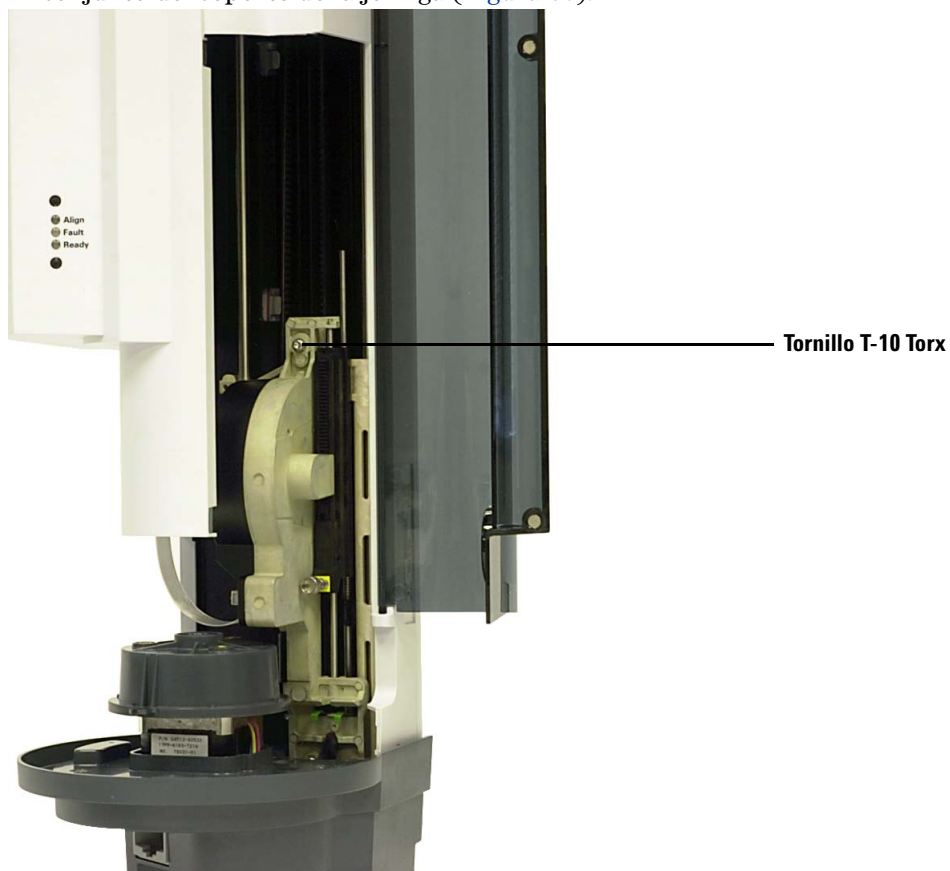

Figura 60 Extracción del tornillo T-10 superior del soporte de la jeringa
- 4 Afloje por completo y extraiga el tornillo T-10 Torx en la parte superior del conjunto del soporte de la jeringa (Figura 60).